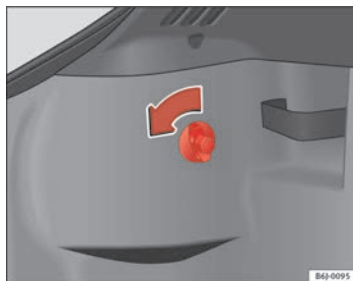

Abb. 144 Zugang zu den Rückleuchten
- Die Schraube von Hand oder mit einem Schraubendreher in Richtung des Pfeils ⇒ **Abb. 144** abdrehen. ▶
- Den Stecker aus der Aufnahme **(A)** abnehmen ⇒ Seite 229, Abb. 144.